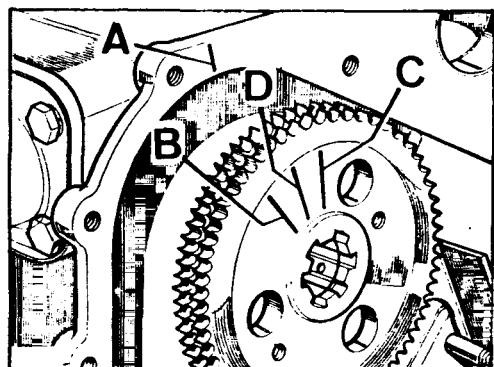

Fig. A1-H Puesta a punto de la distribución
- 4.9. Formar el conjunto tensor hidráulico con el émbolo y caja, A (Fig. A1-F), el muelle, C, el cilindro, G, y el piñón loco, H.
- 4.10. Situar el conjunto sobre el motor, encajando la caja del pistón sobre las - espigas, A (Fig. A1-I) y la guía del cilindro en la ranura, B.